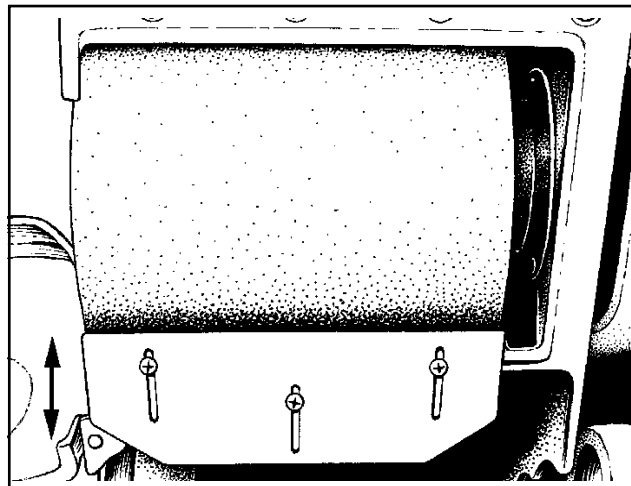

Figura 15
5. Alinee la zapata para el polvo con el chasis y apriete los tornillos. (Consulte la figura 15)